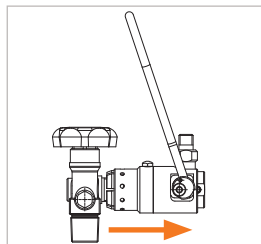

Figure 13
- ▶ Retirez le connecteur tout **droit** et vers l'arrière (Figure 13). Le joint frontal est ainsi préservé des dommages causés par d'éventuels bords saillants de la vanne de la bouteille.